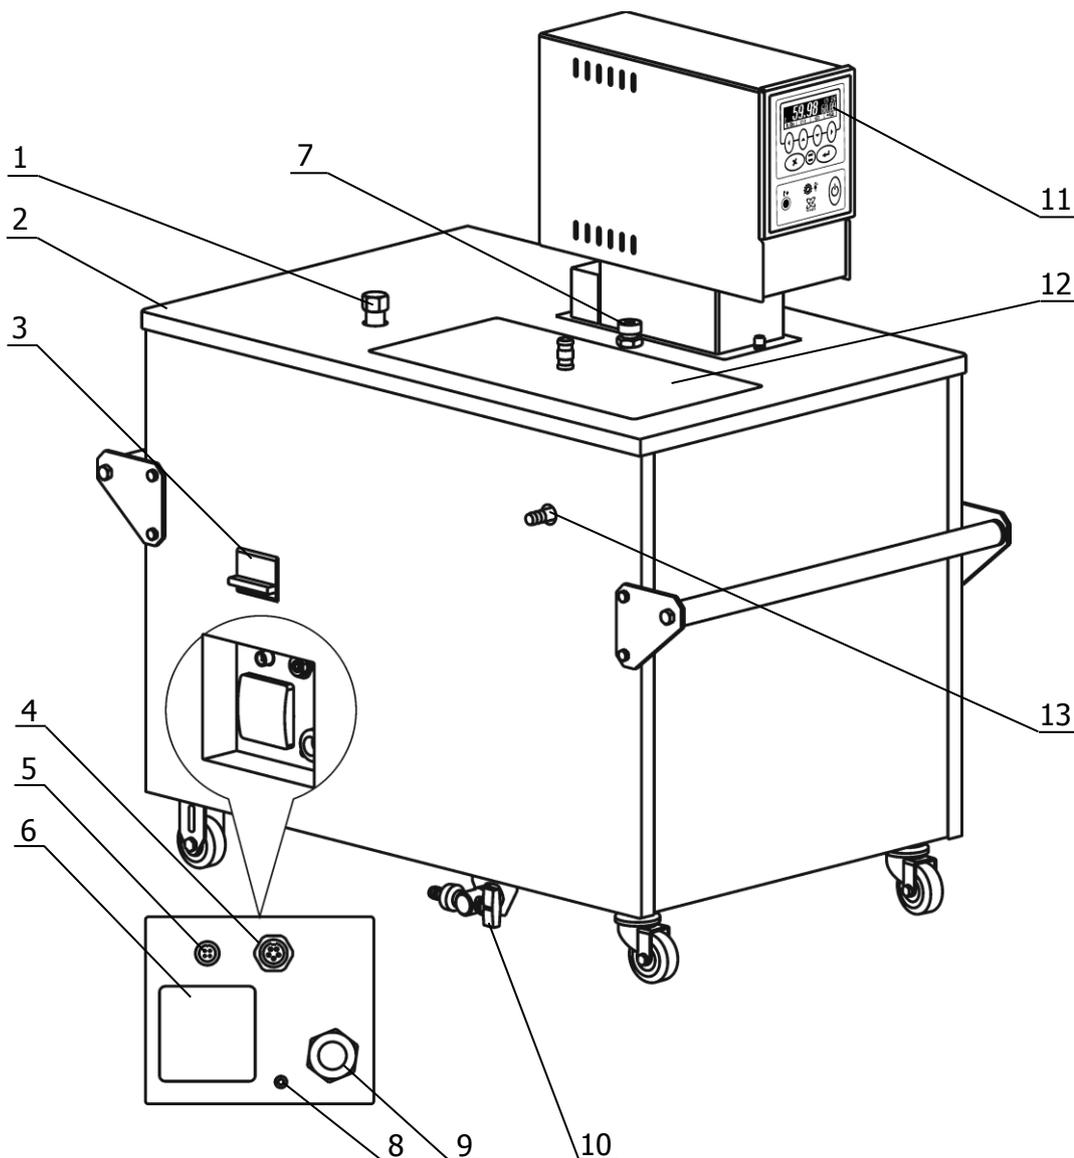

Рисунок 1 — Внешний вид термостата «СТТ-40»
1.4.3 Циркуляция теплоносителя и поддержание заданной температуры посредством нагрева осуществляется блоком регулирования температуры 11 (рисунок 1). Механизм поддержания заданной температуры теплоносителя описан в документе «ТКЛШ 3.222.009-19 РЭ. Блок регулирования температуры погружной циркуляционный «М19».
2.2.1 Выбрать место установки термостата вдали от источников тепла и со свободным доступом воздуха таким образом, чтобы расстояние от боковых стенок термостата, имеющих вентиляционные отверстия, до другого оборудования или стен помещения было не менее 0.4 м. Для обеспечения свободного доступа к сетевому выключателю 3 рисунок 1, расстояние от левой боковой стенки термостата до другого оборудования или стен помещения должно быть не менее 1 м. На месте эксплуатации термостата должны быть необходимые питающие напряжения в пределах досягаемости соответствующих электрических кабелей.
2.2.8 Заземлить термостат с помощью клеммы 8 (рисунок 1).
2.2.9 Соединить разъем 4 (рисунок 1) кабелем из комплекта поставки термостата с соответствующим разъемом на блоке регулирования, совместив ключи на разъемах и вставив их до щелчка.
2.2.10 Соединить разъем 5 (рисунок 1) кабелем из комплекта поставки термостата с соответствующим разъемом на блоке регулирования, совместив ключи на разъемах и вставив их до щелчка.
2.2.11 Подключить шнур электропитания блока регулирования к розетке 6 (рисунок 1) термостата.
2.2.12 Подключить сетевую вилку термостата к трехфазной сети, при этом автоматический выключатель 3 (рисунок 1) должен быть выключен.
- 2 - перед заполнением термостата теплоносителем закрыть сливной кран 10 (рисунок 1);
- 4 - отвернуть пробку заправочной горловины 1 (рисунок 1), установить в нее воронку из комплекта поставки;
- 5 - включить термостат, переведя выключатель 3 (рисунок 1) в положение включено. При этом, после включения блока регулирования, сработает защита от пониженного уровня теплоносителя (см. «ТКЛШ 3.222.009-19 РЭ. Блок регулирования температуры погружной циркуляционный «М19»);
- 7 - выйти из режима управления защитами, нажав кнопку (X) на блоке регулирования;
- 11 - выключить термостат, переведя выключатель 3 (рисунок 1) в положение выключено;
2.3.2 Для слива теплоносителя из термостата открыть сливной кран 10 (рисунок 1). После слива теплоносителя закрыть кран. При необходимости надеть на кран сливной шланг из комплекта поставки термостата, закрепив его соответствующим хомутом.
2.4.3 Включить термостат, переведя выключатель 3 (рисунок 1) в положение включено.
2.4.7 По окончании работы перевести блок регулирования в режим ожидания. Выключить термостат, переведя выключатель 3 (рисунок 1) в положение выключено.